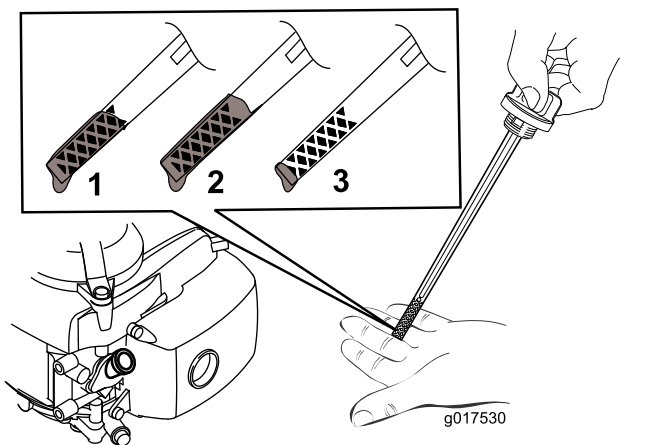

Figura 10
5. Para determinar el nivel de aceite correcto, consulte Figura 10.
Nota: Llene el cárter con aceite hasta que la varilla indique que el nivel del aceite del motor es correcto, según se muestra en Figura 10. Si usted llena demasiado el motor, vacíe el exceso de aceite según se indica en Cómo cambiar el aceite del motor \(página 15\).